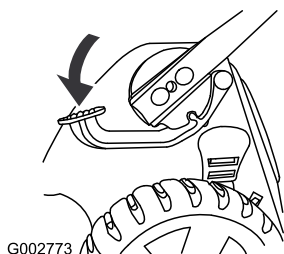

Figura 38
1. Premete il pedale col piede e tenetelo premuto (Figura 38).